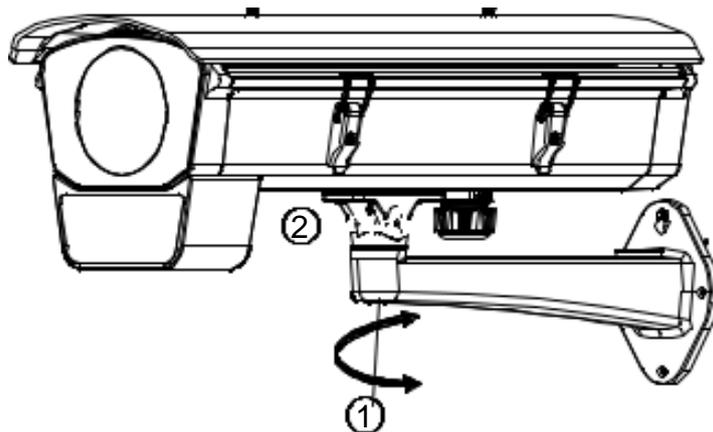

Рисунок 2.8
8) Далее необходимо отрегулировать углы наблюдения, следующим образом (рис. 2.8):